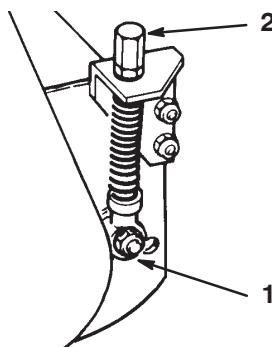

Figure 13
2. Si aucun contact n'est détecté, desserrez l'écrou de blocage de chaque dispositif de réglage (Fig. 13). Tournez ensuite chaque bouton de réglage dans le sens horaire jusqu'à ce qu'un léger contact soit détecté et entendu.